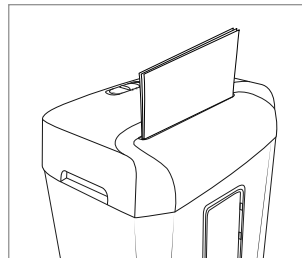

Fig. 2
- ◆ Introduzca el papel centrado y en posición vertical desde arriba en la ranura de corte ⑧ (consulte la fig. 2). El aparato se enciende automáticamente y vuelve a apagarse automáticamente si no se introduce más papel.
- ◆ Sujete el accesorio de corte **5** por los dos agarres **7** integrados y colóquelo sobre el contenedor **10** de forma que el cable de red **1** apunte hacia atrás y la ventana de control **9** del contenedor **10** apunte hacia delante (consulte la fig. 2).